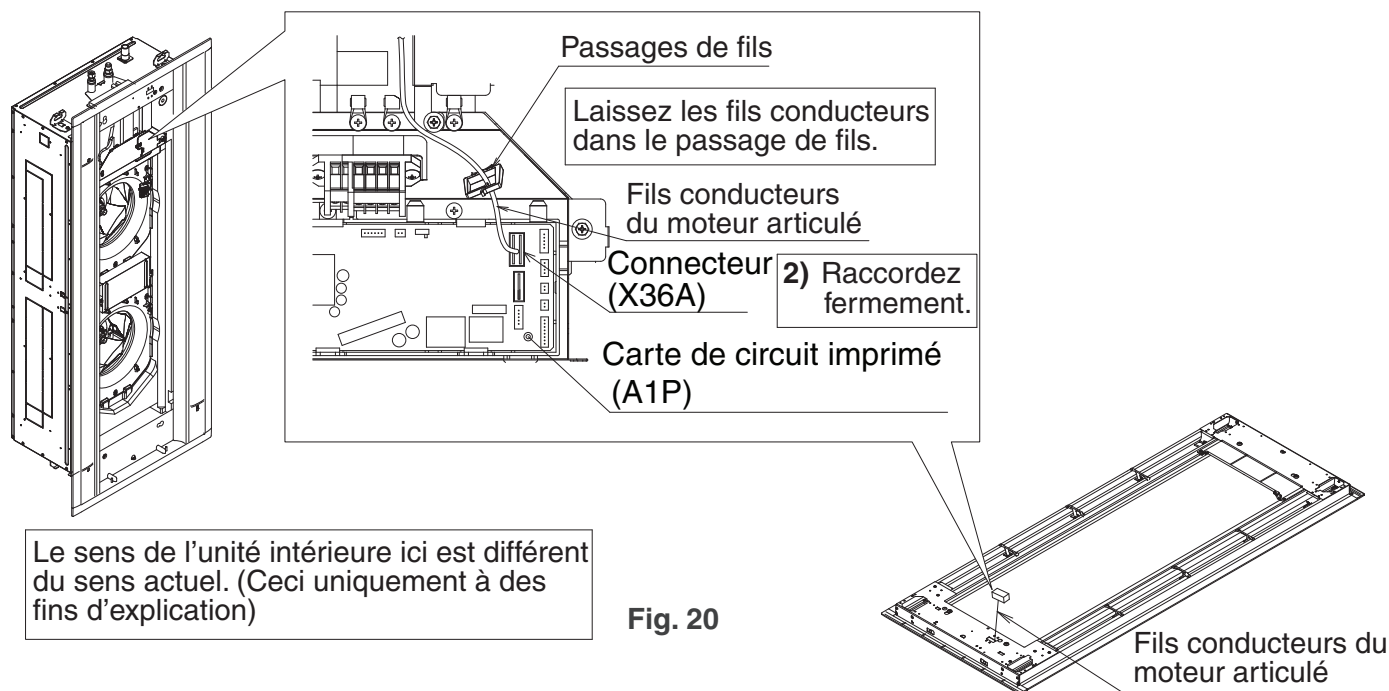

Fig. 20
- 2) Assurez-vous de raccorder le connecteur des fils conducteurs du moteur articulé au connecteur situé sur la carte de circuit imprimé (A1P) à l'intérieur du boîtier de commande de l'unité intérieure. **(Reportez-vous à la Fig. 20)**